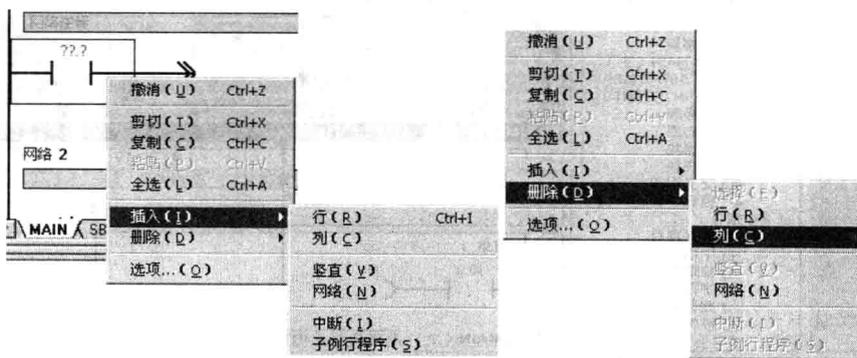

图 1.10 程序的编辑
① 剪切、复制、粘贴或删除多个网络。通过拖曳鼠标或使用 Shift 键和 Up（向上）、Down（向下）箭头键，可以选择多个相邻的网络，进行剪切、复制、粘贴或删除等操作。注意不能选择部分网络，只能选择整个网络。
② 编辑单元格、指令、地址和网络。如图 1.10 所示，用鼠标选中需要进行编辑的单元，单击右键，弹出快捷菜单，可以进行插入或删除行、列垂直或水平线的操作。删除垂直线时把方框放在垂直线左边单元上，删除时选“行”，或删除时选“列”，或按“Del”键，进行插入编辑时，先将方框移至欲插入的位置，然后选择“列”。